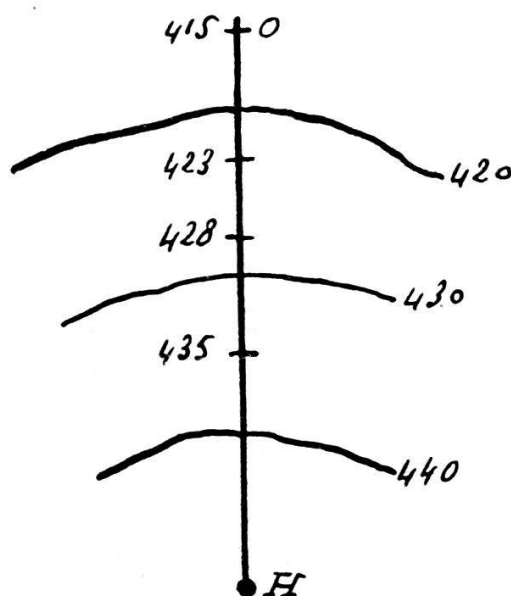

FIG. 8.
Prenons l'objectif OH pointé sur sa gauche (415), la distance est 2500 m. (fig. 8) ; la bulle vaut donc :  $3 \times 2,5 = 7 \text{ m. 5.}$